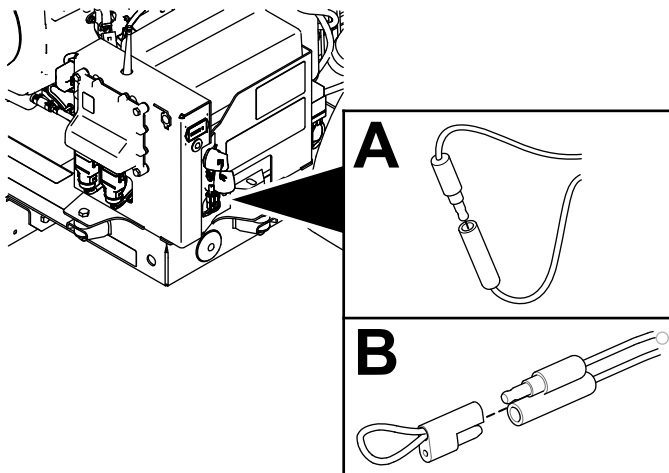

Bild 57
2. Ziehen Sie den einpoligen Stecker von der Einzelsteckdose ab (Bild 57).
3. Stecken Sie den einpoligen Stecker und die einpolige Buchse in die Verschlusskappe (Bild 57).